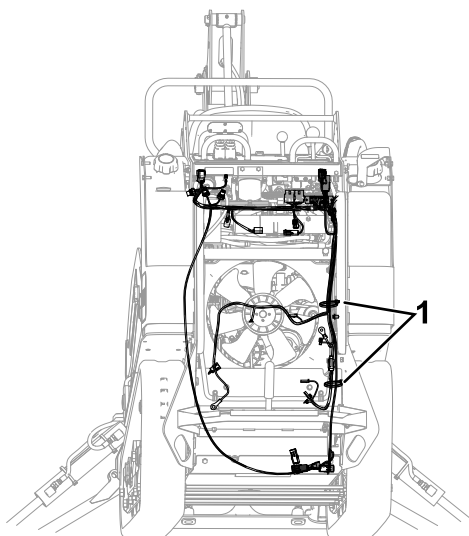

Figuur 14
11. Sluit de 2 resterende connectoren aan in de aansluiting van de hoofdkabelboom van de parkeerremschakelaar en de parkeerrem (Figuur 14).